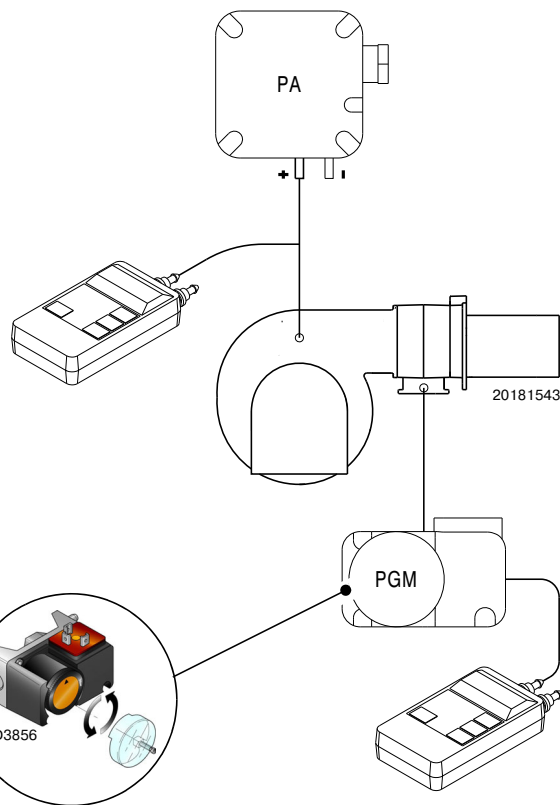

Рис. 29
- Отрегулировать реле максимального давления газа (Рис. 29 стр. 34) на конец шкалы.
Выполните регулировку реле максимального давления газа (Рис. 29), предварительно выполнив все другие регулировки горелки, где реле максимального давления газа установлено на начало шкалы.